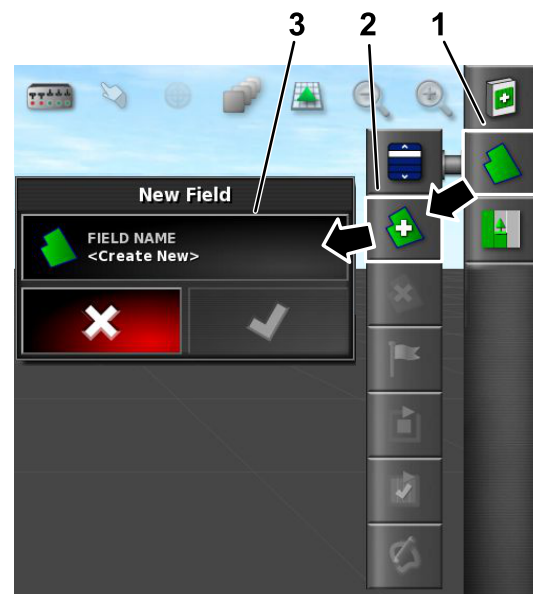

Bild 75
2. Wählen Sie „Field Name“ aus, benennen Sie den Bereich und tippen Sie auf das Bestätigen-Symbol (Bild 75).